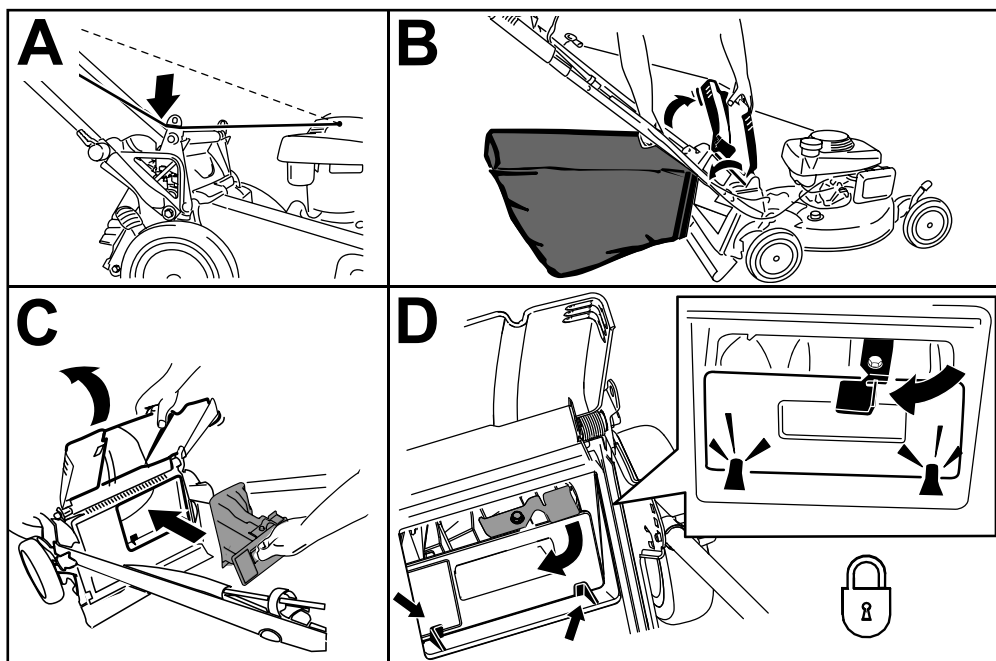

Figure 23
1. Faites passer le câble du lanceur autour du guide inférieur (A de Figure 23).
2. Relevez et bloquez le déflecteur arrière en position, puis soulevez le bac à herbe par la poignée pour le décrocher des crans sur les supports du guidon (B de Figure 23).
3. Installez l'obturateur arrière (C de Figure 23).
Important: Vérifiez que l'obturateur d'éjection arrière est bien verrouillé en place. Pour verrouiller l'obturateur, appuyez fermement dessus jusqu'à ce qu'il s'enclenche en position derrière les pattes, puis tournez le levier situé dessus vers la gauche (D de Figure 23).